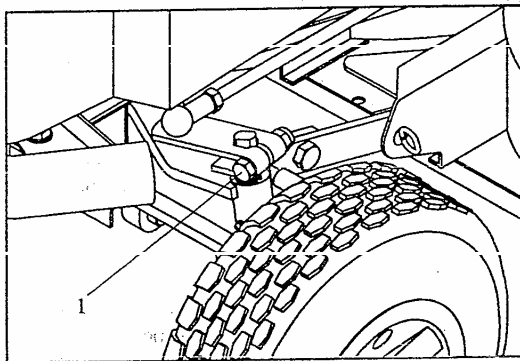

Fig. 10
Resserrer la vis (1) sur le bras de la cheville gauche verticale au bout de 5 heures de service (fig. 10).